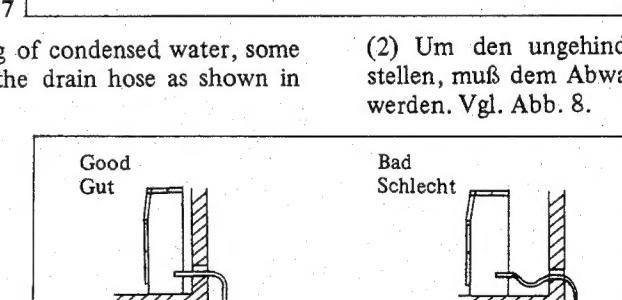

Fig. 8
- (2) Um den ungehinderten Abfluß des Kondensats sicherzustellen, muß dem Abwasserschlaub eine kleine Neigung gegeben werden. Vgl. Abb. 8.